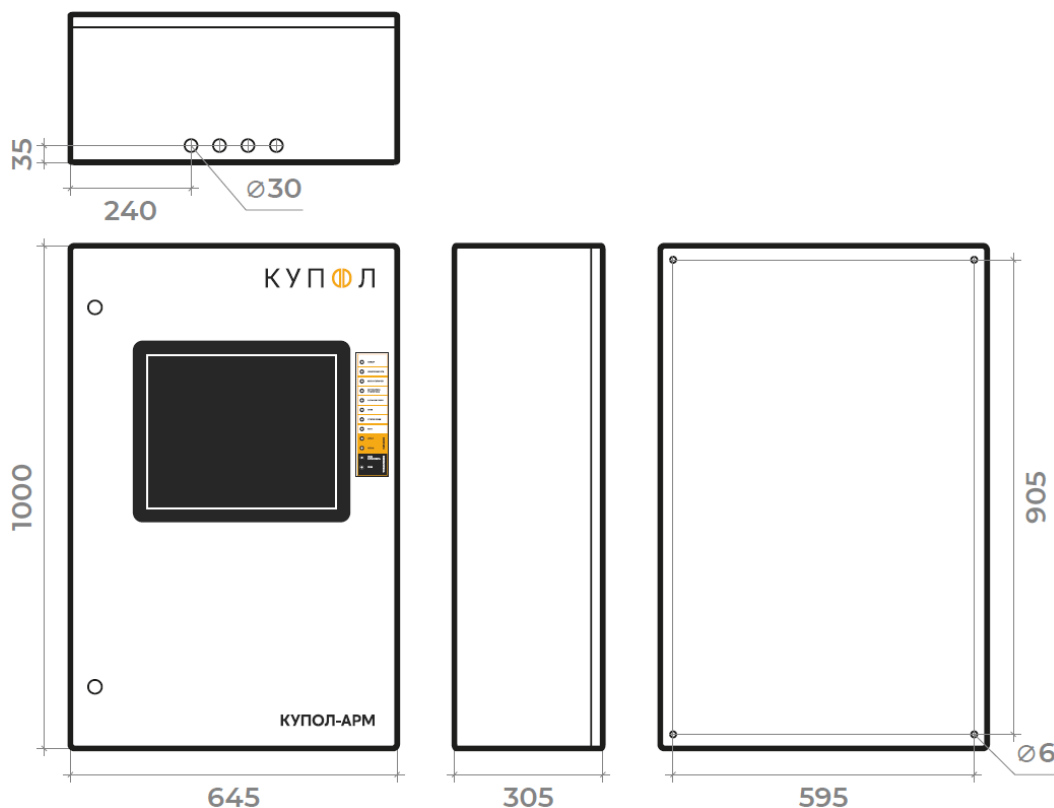
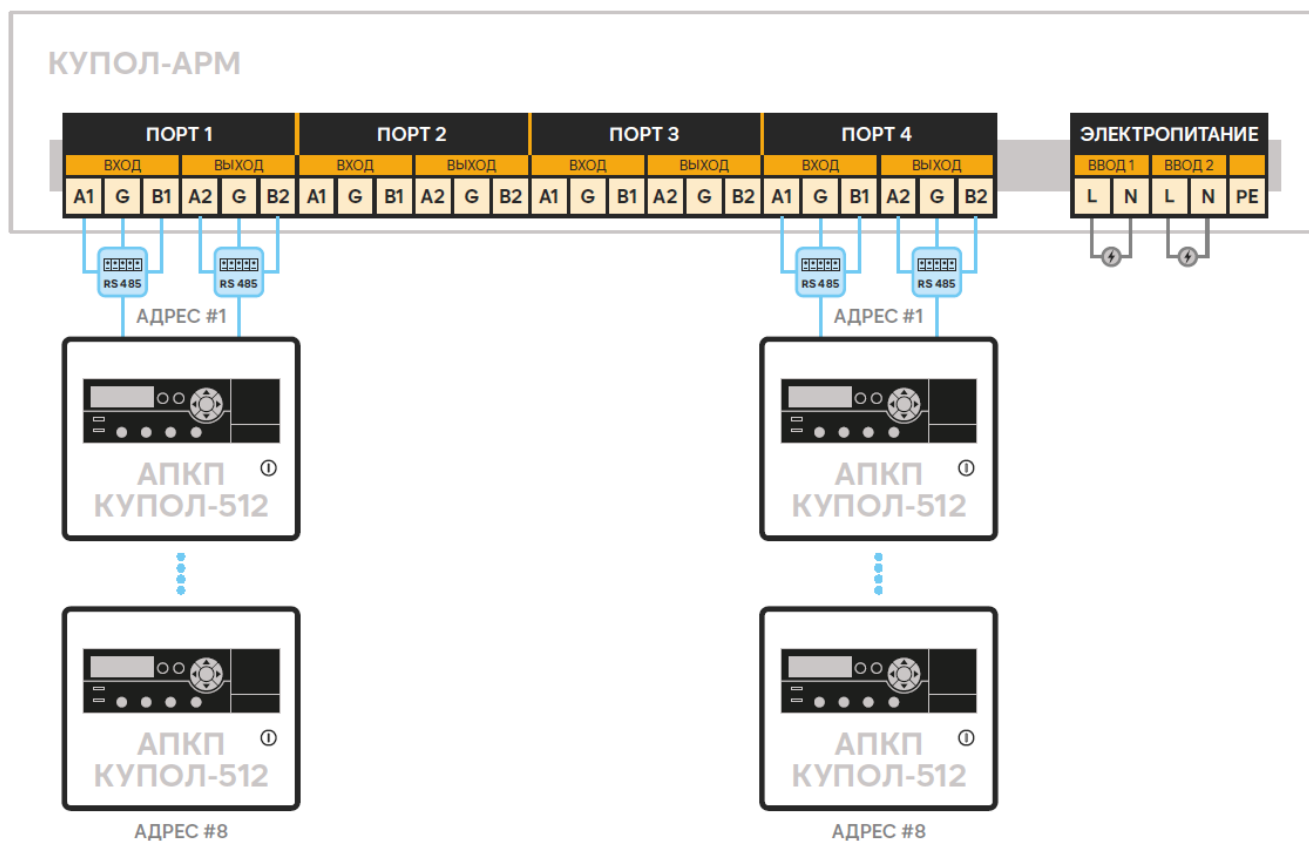

Рис.1. Габаритные и установочные размеры АРМ.
Рис.2. Расположение клемм и подключения АПКП «КУПОЛ-512» к АРМ.
2.1.2. Габаритные и установочные размеры АРМ представлены на рис.1, схема подключения к кольцевой межприборной линии связи – на рис.2.